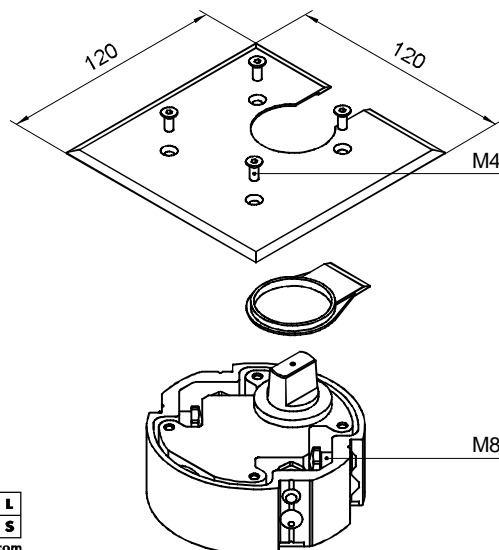

рис.4
- 4 Вставить вставку и закрепить крышку доводчика винтами M4 4 шт. (рис.4)